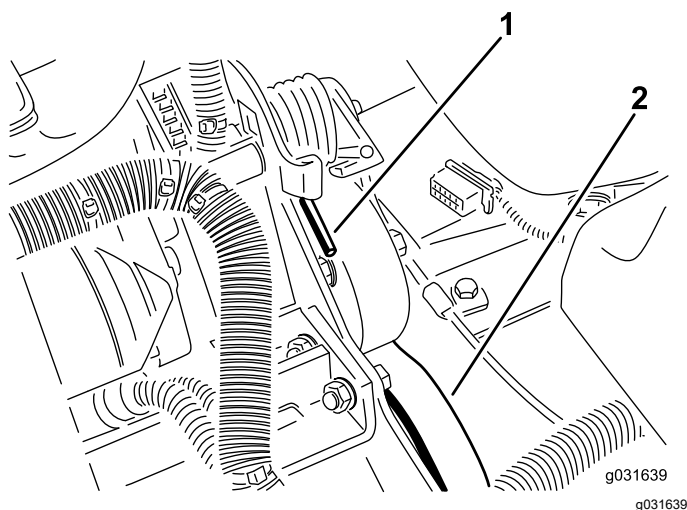

Figura 61
2. Empurre a mola para a frente e para trás para a desprender do apoio e libertar a tensão da mola (Figura 61).